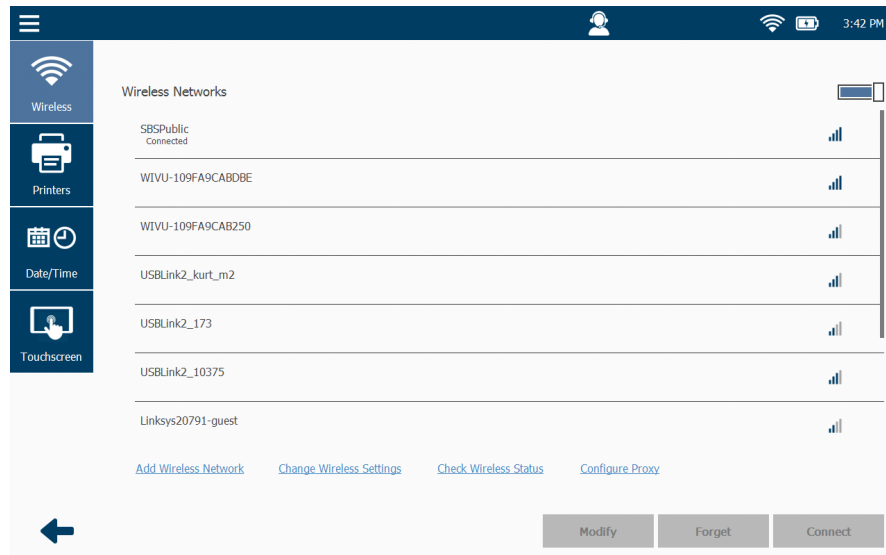

Figure 6.8 Wireless Networks (réseaux sans fil)
- 1 Sélectionnez **Check Wireless Status** (vérifier le statut du réseau sans fil) à partir de l'écran Wireless Networks (réseaux sans fil) (Figure 6.8).
- 2 Touchez la **flèche arrière** en bas de l'écran pour retourner à l'écran Wireless Networks (réseaux sans fil) (Figure 6.8).
- 1 Sélectionnez **Configure Proxy** (configurer le proxy) à partir de l'écran Wireless Networks (réseaux sans fil) (Figure 6.8).